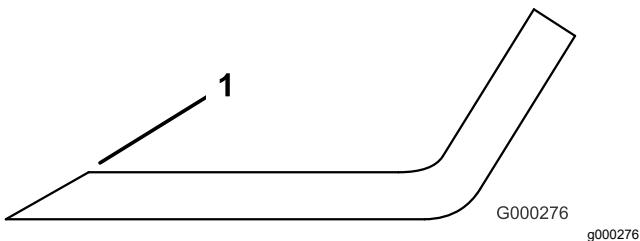

Рисунок 128
3. Проверьте режущие кромки всех ножей и заточите их, если они затупились или имеют зазубрины (Рисунок 128).
**Примечание:** Чтобы ножи всегда оставались острыми, затачивайте только верхнюю сторону режущей кромки и сохраняйте первоначальный угол заточки (Рисунок 128). Балансировка ножа не